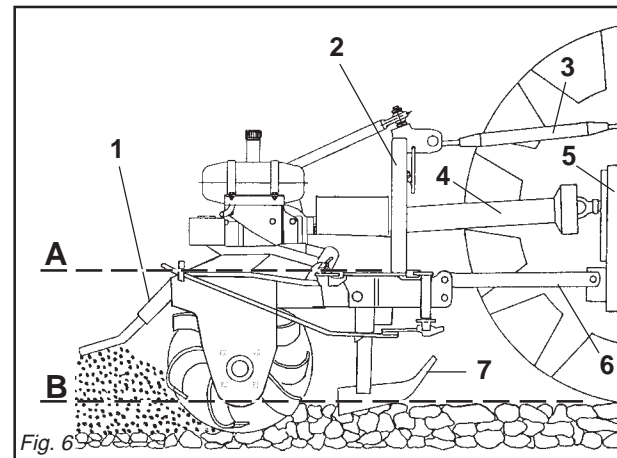

Fig. 6
- 4 - Collegare il terzo punto superiore ed effettuare una corretta regolazione con il tirante di regolazione (3 Fig. 6) verificando che il piano superiore della zappatrice (A Fig. 6) risulti parallelo al piano terra (B Fig. 6). Ciò è molto importante allo scopo di ottenere il parallelismo tra l'asse della zappatrice e quello della presa di forza del trattore. Operare in queste condizioni significa limitare le sollecitazioni sulla presa di forza stessa e prolungare la durata dell'albero cardanico e della zappatrice stessa.
- 4 - Connect the upper third-point and correctly regulate by means of the adjuster (3 Fig. 6), checking that the upper surface of the steerage hoe (A Fig. 6) is parallel to the ground (B Fig. 6). *This is very important since it achieves parallelism between the axis of the steerage hoe and that of the tractor pto. When the implement operates in these conditions, there will be less stress on the pto itself while the cardan shaft and implement will be much less subject to wear.*
- 4 - Den oberen Kupplungspunkt anschließen und den oberen Lenker (3 Abb. 6) korrekt einstellen. Sicherstellen, daß die obere Haubenkante der Hackfräse (A Abb. 6) parallel zum Boden (B Abb. 6) steht. Das ist sehr wichtig, um die Parallelität zwischen der Achse der Hackfräse und der der Schlepper-Zapfwelle zu erhalten. Wenn diese Parallelität gegeben ist, wird die Zapfwelle weniger belastet und das Leben von Gelenkwelle und Gerät wird verlängert.
- 4 - Reliez le troisième point supérieur et réglez correctement à l'aide du tirant (3 Fig. 6). Assurez-vous que le plan supérieur de la houe rotative (A Fig. 6) soit pratiquement parallèle au terrain (B Fig. 6). *Ceci est très important en vue d'obtenir le parallélisme entre l'axe de la houe et celui de la prise de force du tracteur. Travailler dans ces conditions signifie limiter les sollicitations sur la prise de force et prolonger la durée de l'arbre à cardans, mais aussi de la machine.*
- 4 - Conectar el tercer punto superior y efectuar una correcta regulación con el tirante de regulación (3 Fig. 6) controlando que el plano superior de la binadora (A Fig. 6) resulte paralelo al plano al nivel del suelo (B Fig. 6). Esto es muy importante para obtener paralelismo entre el eje de la binadora y el eje de la toma de fuerza del tractor. Esto permite limitar los esfuerzos sobre la toma de fuerza misma y hacer durar el árbol cardánico y la máquina misma.